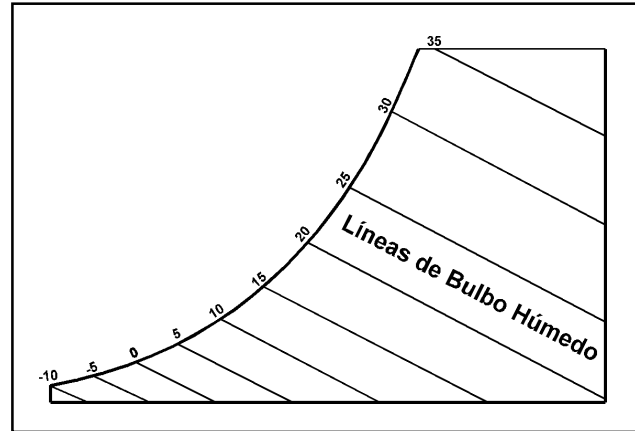
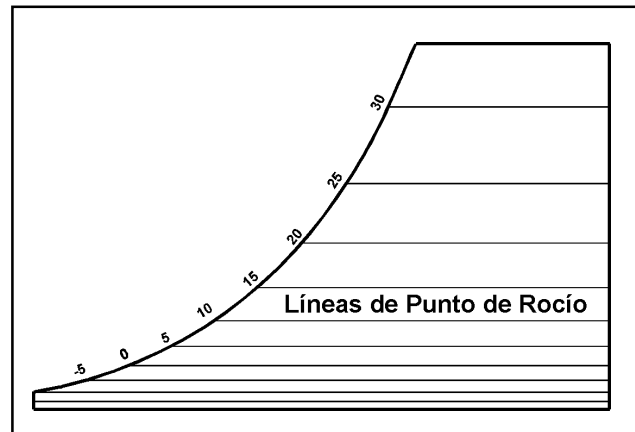

Figura 13.13 - Líneas de temperatura de bulbo húmedo  $^{\circ}C$ .
Figura 13.14 - Líneas de temperatura de punto de rocío  $^{\circ}C$ .
curva de la carta psicrométrica, como se muestra en la figura 13.13. Las líneas de temperatura de bulbo húmedo constantes o líneas de bulbo húmedo, corren diagonalmente de izquierda a derecha y de arriba hacia abajo, en un ángulo de aproximadamente  $30^{\circ}$  de la horizontal. También se les dice constantes, porque todos los puntos a lo largo de una de estas líneas, están a la misma temperatura de bulbo húmedo.
**3. Temperatura de Punto de Rocío.-** Es otra propiedad de aire incluida en una carta psicrométrica. Esta es la temperatura a la cual se condensará la humedad sobre una superficie. La escala para las temperaturas de punto de rocío es idéntica que la escala para las temperaturas de bulbo húmedo; es decir, es la misma escala para ambas propiedades. Sin embargo, las líneas de la temperatura de punto de rocío, corren horizontalmente de izquierda a derecha, como se ilustra en la figura 13.14, no en forma diagonal como las de bulbo húmedo (ver figura 13.13).